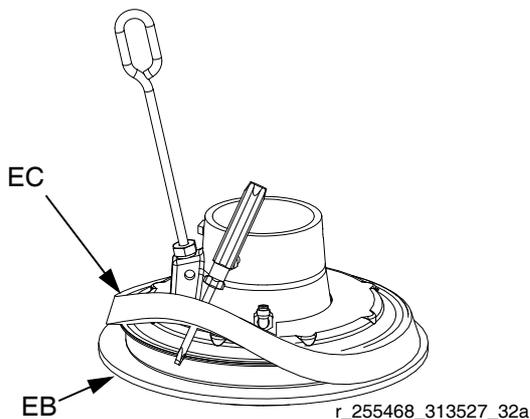

FIG. 18: Installation de l'entretoise
3. *En partant du haut*, utiliser un tournevis pour positionner l'entretoise (EC) entre la bride et les racleurs (EB). Voir la FIG. 18.